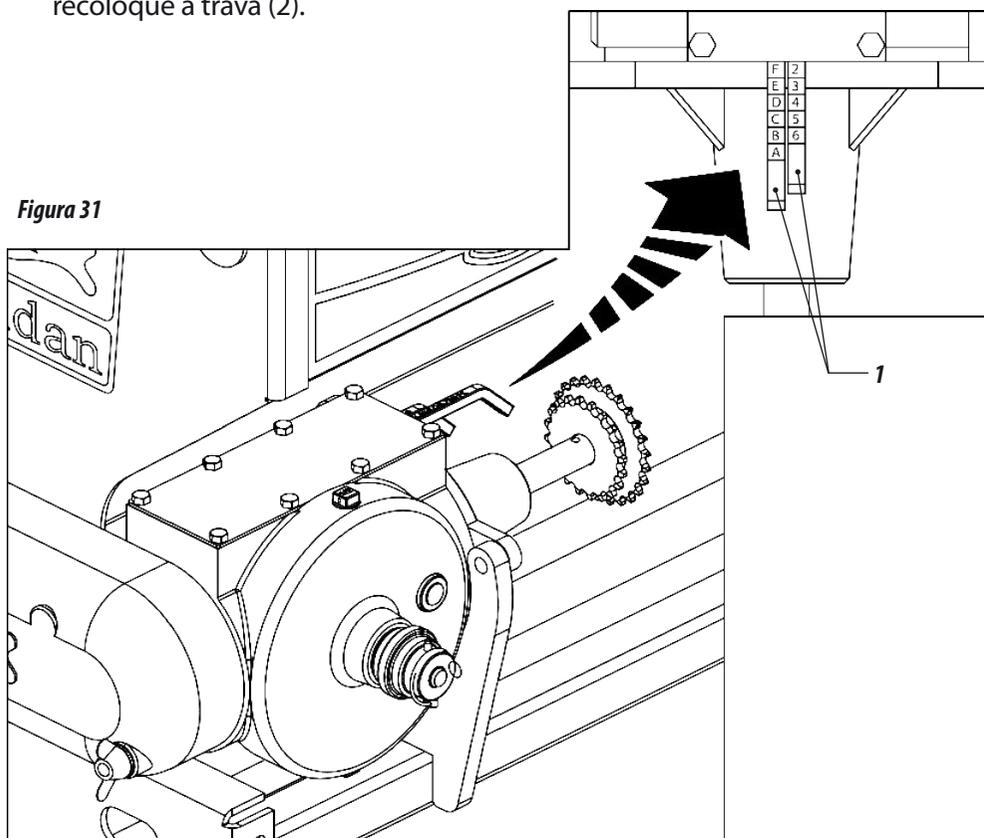

Figuras 30
- 08 - Para conduzir o fertilizante do distribuidor até o solo, acople os mangotes (1) nas bicas distribuidoras (2) do adubo, evitando que os mesmos fiquem cruzados ou dobrados, Figuras 30.